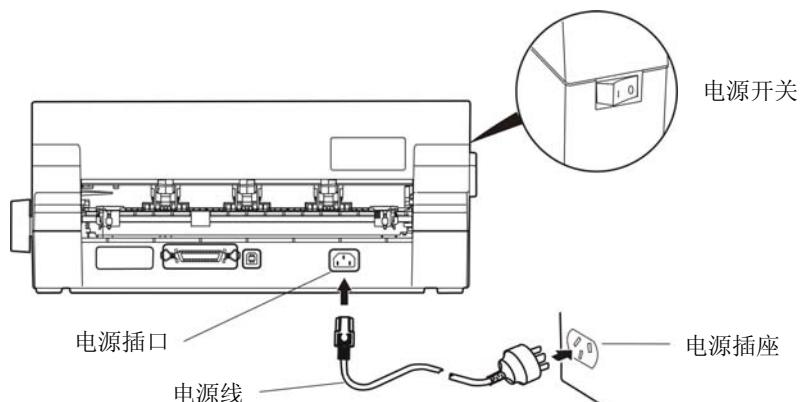

图 2-11 连接打印机电源线
1. 如图 2-11 所示, 确保打印机为关机状态 (当开关被按下的一侧在 “O” 标注处时为关机状态)。